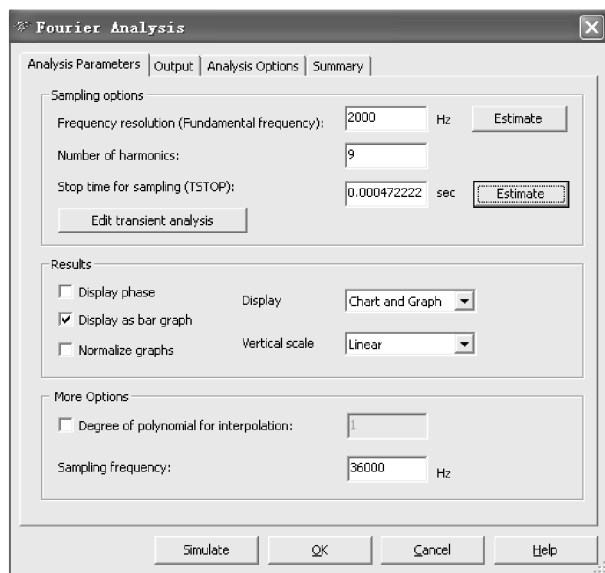
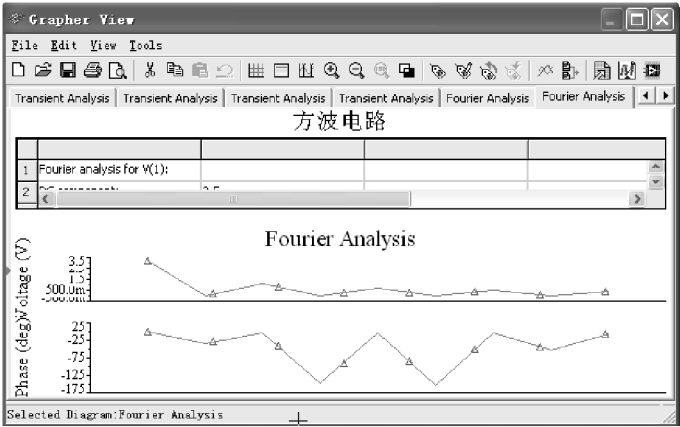
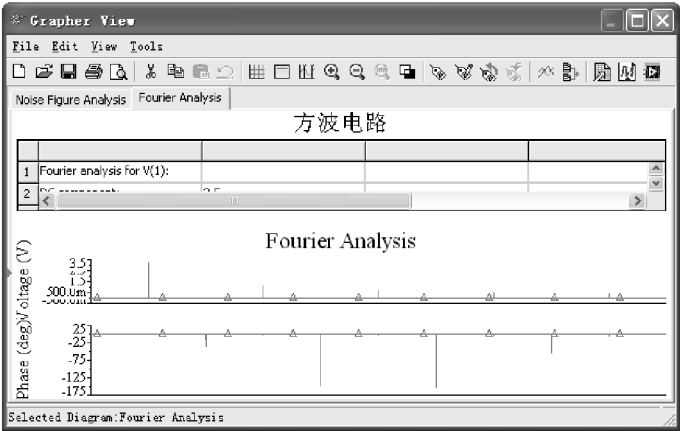
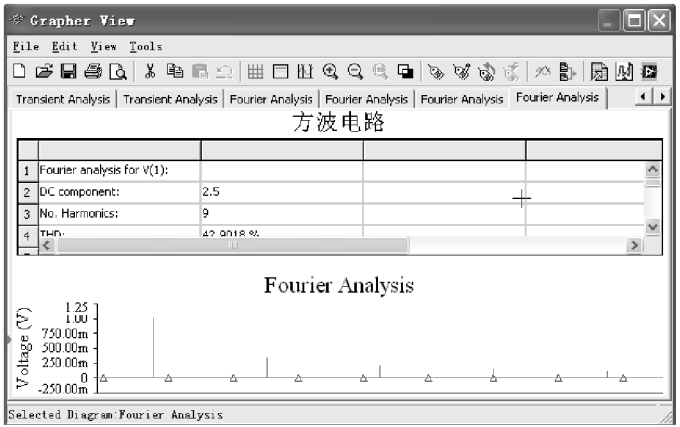

图 5-18 Fourier Analysis 对话框
图 5-20 只选中 Display phase 项时分析结果
图 5-21 选中 Display as bar graph 时分析结果
图 5-22 选中 Display as bar graph 和 Normalize graphs 时分析结果
执行 Simulate \ Analysis \ Fourier Analysis 命令，弹出如图 5-18 所示的 Fourier Analysis 对话框。
分析设置完毕后, 单击图 5-18 对话框下部的 **Simulate** 按钮即可进行分析。分析结果根据设置选项不同而不同。
1) 如果在图 5-18 对话框的 Results 区, 只选中 Display phase, 同时在 Display 栏选择显示 Chart and Graph (图表和曲线), 在 Vertical 栏选择频谱的纵轴刻度为 Linear (线性刻度)。分析结果的图表和曲线如图 5-20 所示。
2) 如果在图 5-18 对话框的 Results 区, 同时选中 Display phase 和 Display as bar graph, 在 Display 栏选择显示 Chart and Graph (图表和曲线), 在 Vertical 栏选择频谱的纵轴刻度为 Linear (线性刻度)。分析结果的图表和曲线如图 5-21 所示。
3) 如果在图 5-18 对话框的 Results 区, 同时选中 Display as bar graph 和 Normalize graphs, 在 Display 栏选择显示 Chart and Graph (图表和曲线), 在 Vertical 栏选择频谱的纵轴刻度为 Linear (线性刻度)。分析结果的图表和曲线如图 5-22 所示。